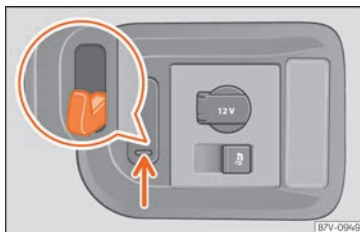

Abb. 150 Im Gepäckraum: Taschenhaken.
Im Gepäckraum rechts befinden sich herausklappbare Taschenhaken zum Aufhängen von Taschen »» **Abb. 150**.
- Unten auf den Taschenhaken drücken »» **Abb. 150** (Pfeil) und herausklappen.